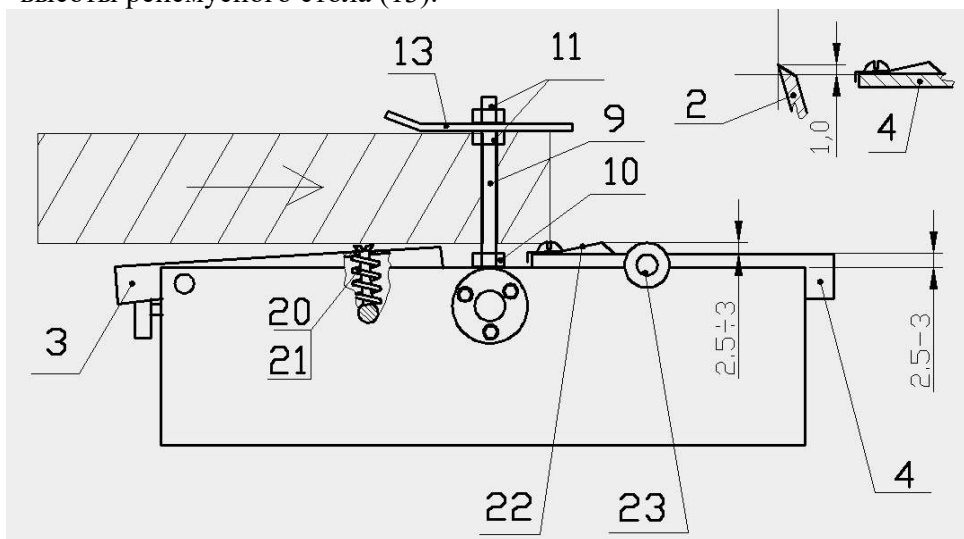

Рис. 3
- Вернуть шпильки (9) в опоры вала, и не доводя до подшипников, законтрить их гайками (10), навернуть на шпильки гайки (11), одеть прижим (13), шайбы и пружины (12), зажать гайками (11). Отрегулировать прижим (13) на требуемую высоту (на 5-10 мм меньше толщины материала);
- Производить обработку, подавая материал вдоль направляющей линейки (17) «по волокну» материала, исключая подрыв материала;
**При дальнейшем рейсмусовании – установить на место подающий вал или пружинную пластину и отрегулировать стол (4) по Рис.3.**
- Установить на пильный стол (14) разделительный нож с защитным козырьком (15);
- Для моделей Р2 - снять подающий вал (23) с заднего стола (4) (если он установлен), для чего:
- разкрепить 4 болта крепления заднего стола к стенкам корпуса и снять стол (4);
- вынуть из стенок корпуса подающий вал (23) вместе с опорами;
- установить задний стол (4) на место параллельно стенкам корпуса в соответствии с размерами на Рис.3;
Операции, выполняемые на станке, показаны на Рис.3÷12. Стрелками указано направление движения режущего инструмента и подача. Оператор всегда должен находиться со стороны подачи слева или справа от станка в стороне от режущего инструмента.
#### **4.1. Рейсмусование. (Рис. 3).** (для всех модификаций Р)
**В случае острой необходимости проведения обычного строгания на моделях Р и Р2 необходимо (см. Рис.3):**
- Для моделей Р - снять пружинную пластину (22);